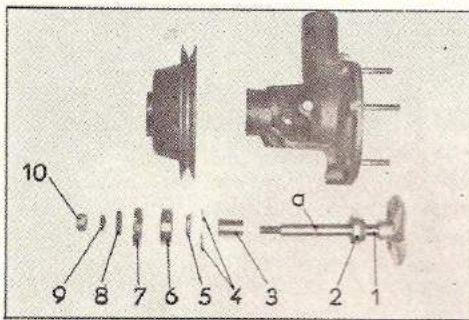

Fig. M 40.
Déposer la goupille et dévisser l'écrou crenelé (7) à l'aide de la clé 1976-F (fig. M 40).